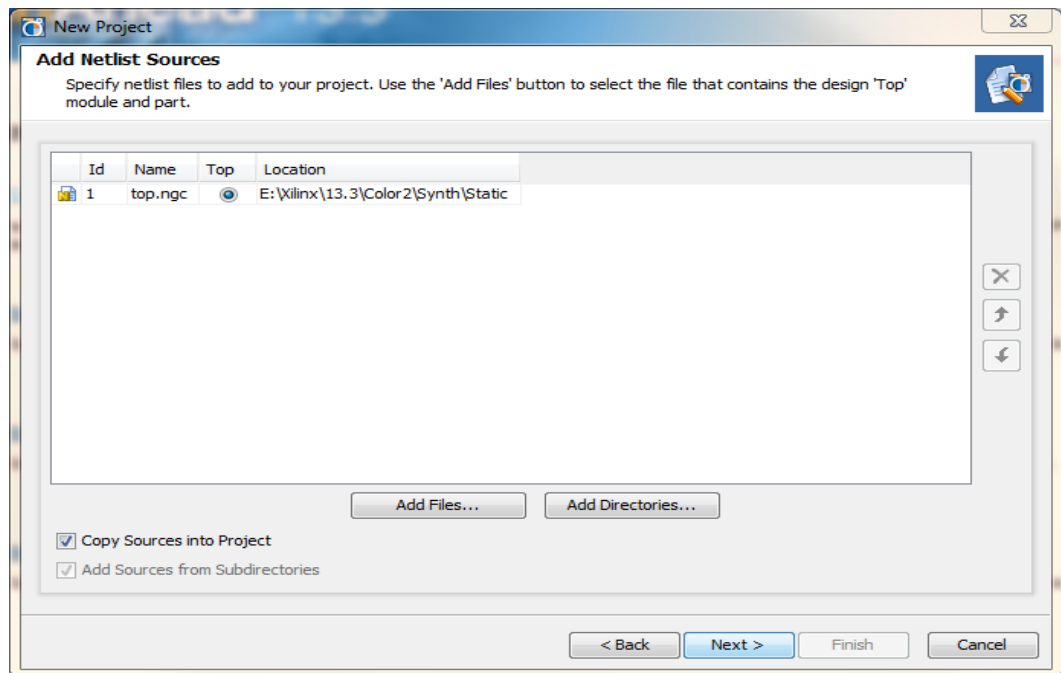

図 4-2：スタティック ロジックのみを含むネットリストの追加
2. スタティック ロジックに関連するすべてのネットリスト ソースを追加します。各ファイルまたはすべてのディレクトリを追加できますが、ソースはすべてスタティック ロジックのみが含まれている状態のものである必要があります。リコンフィギャブル モジュールのソースは、後で追加します。この例では、すべてのスタティック ロジックが **top.ngc** に含まれ、最上位ソースとして識別されています。図 4-2 は、New Project ウィザードの [Add Netlist Sources] ページを示しています。